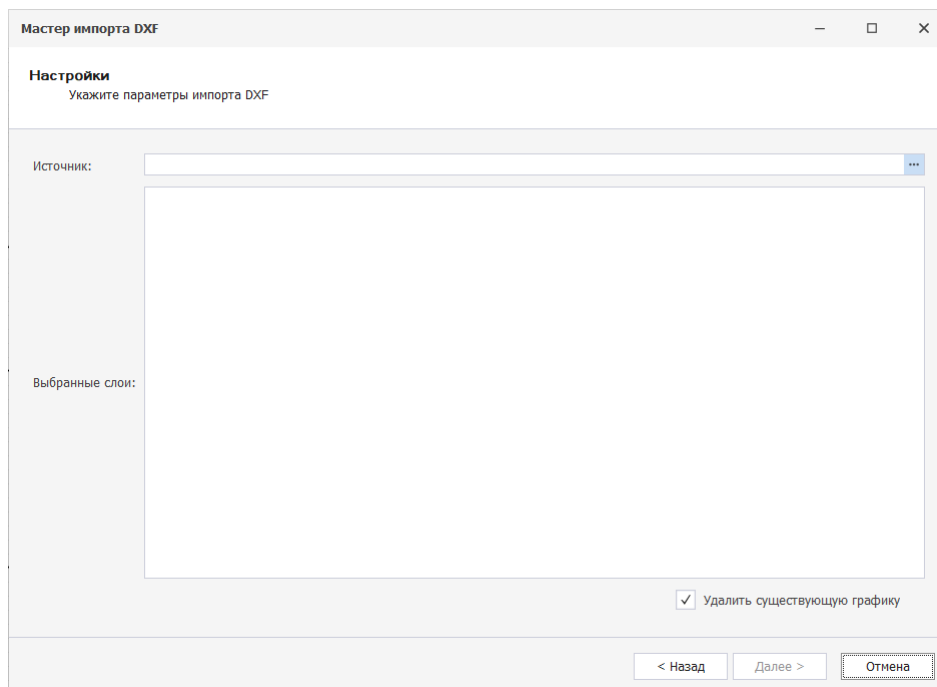

Рис. 44 Выбор файла для импорта .dxf
2. Выберите файл для импорта с помощью кнопки  в поле «Источник», см. Рис. 44.